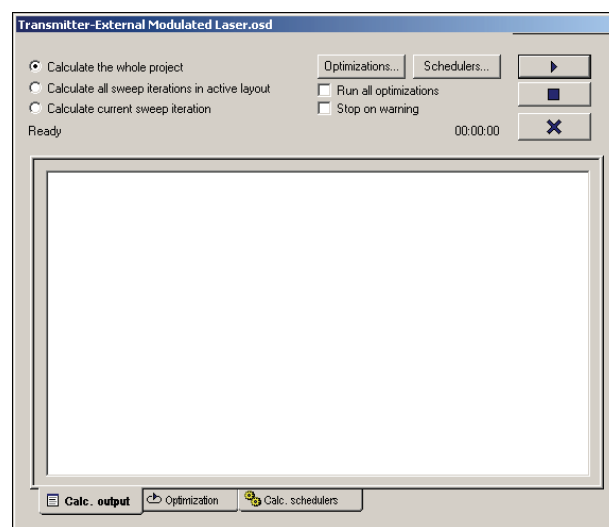

Figure 17. La boîte de dialogue de Calcul du logiciel OptiSystem
2. Dans la boîte de dialogue de calcul, cliquez sur Exécuter pour lancer la simulation (Figure 17).